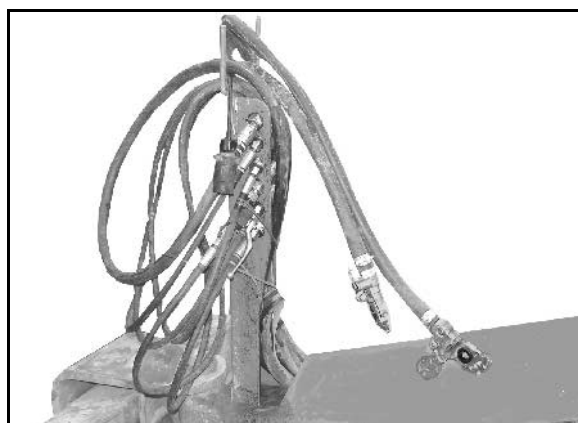

Fig. 14
3. Fest hydraulikk-pluggene i parkeringskoblingene (Fig. 14).